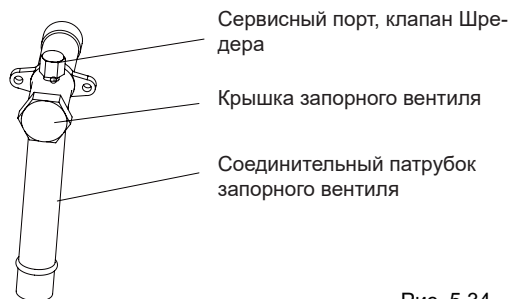

Рис. 5.34
- При отправке с завода-изготовителя запорные вентили закрыты. Рис. 5.34